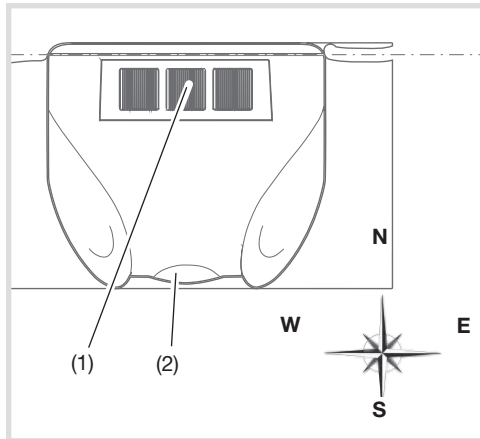

Figura 3: orientamento verso sud in posizione orizzontale
- Installazione orizzontale all'esterno degli edifici (figura 3), preferibilmente sul tetto o sulla facciata
- Orientare il dispositivo verso sud con l'ausilio di una bussola (figura 3).
- Allineare il dispositivo con una livella in modo che sia perfettamente orizzontale (figura 3).